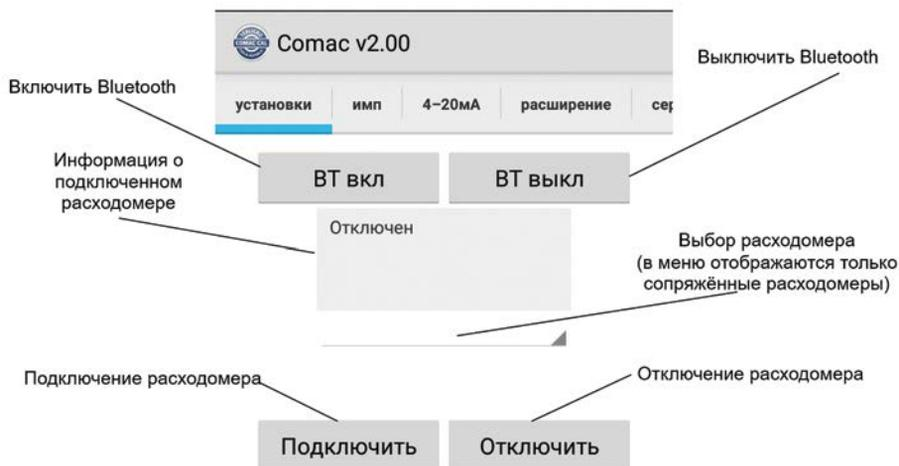

Рисунок 14 – Окно подключения к расходомеру
2. На вкладке «Установки» (см. рисунок 14) выберите серийный номер расходомера и нажмите кнопку «Подключить». Если серийный номер не отображается в меню после успешного сопряжения, выключите модуль Bluetooth устройства на 5 секунд для обновления списка устройств;